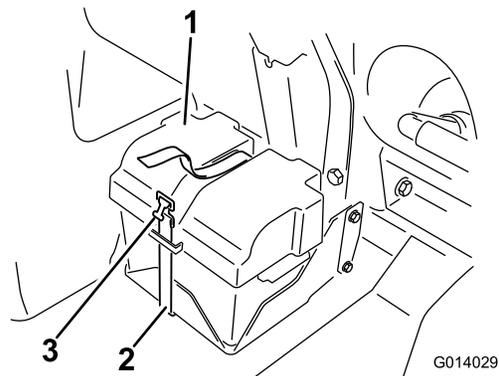

Figura 47
3. Montate il coperchio della batteria e fissatelo con la fascetta tolta in precedenza (Figura 47).